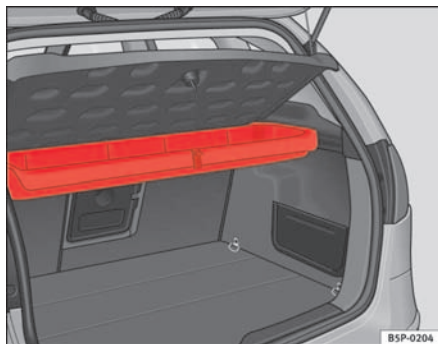
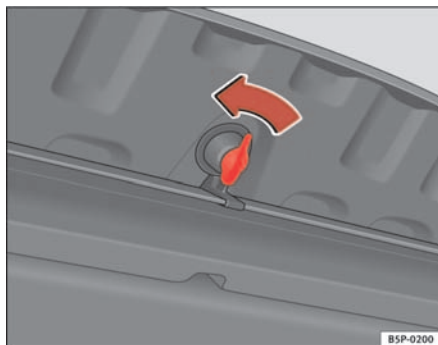

Abb. 118 Aufnahme für das Warndreieck unter der hinteren Ablage
Abb. 119 Öffnen des Ablagefachs
⇒ Abb. 118 Zum Öffnen dieses Ablagefachs drehen Sie den Verschluss um 90° ⇒ Abb. 119
- Zum Öffnen dieses Ablagefachs drehen Sie den Verschluss um $90^\circ \Rightarrow$ Seite 144, Abb. 119